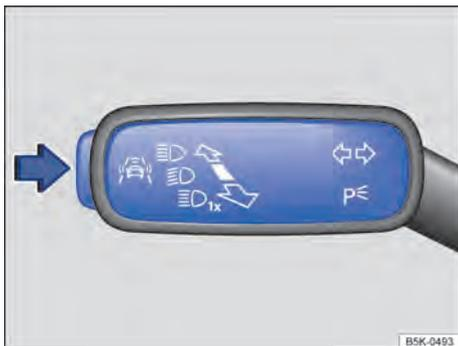

Fig. 16 Na alavanca dos indicadores de direção e do farol alto à esquerda da coluna de direção: botão dos sistemas de assistência ao condutor.
- Pressionar o botão ⇒ Fig. 16 no sentido da seta para acessar o menu **Assistentes**.